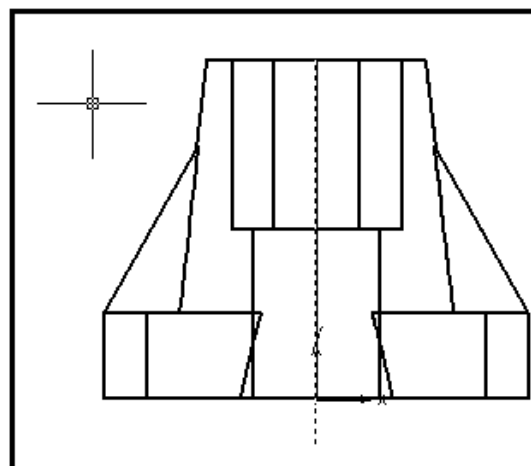

Рис. 41
**Указать мышкой место слева от вида спереди (установить курсор как показано на рис.41 и нажать левую клавишу мышки).**